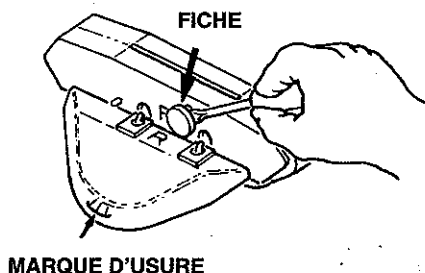

Figure 9
1. Vérifiez périodiquement l'état des " patins, ailes et volets ". Les patins et les ailes sont munis d'indicateurs d'usure sur les côtés ; vérifiez-les de temps à autre afin de déterminer s'ils doivent être remplacés. L'indicateur d'usure des patins est une ligne sur le côté du patin, qui forme une différence de texture. Lorsque cette différence de texture n'est plus visible au bas du patin (vu d'un côté ou de l'autre), celui-ci doit être remplacé (voir Figure 8). L'indicateur d'usure des ailes se trouve également sur les côtés; c'est une ligne horizontale surmontée de trois (3) lignes verticales. Lorsque vous ne distinguez plus la ligne horizontale, les ailes doivent être changées (voir Figure 9). **Le Kit d'Entretien Navigator** est disponible auprès de votre revendeur. Vous pouvez également vous procurer des patins, des ailes et des volets séparément.
- A l'aide d'un tournevis, retirez les fiches des deux éléments (voir Figure 9).